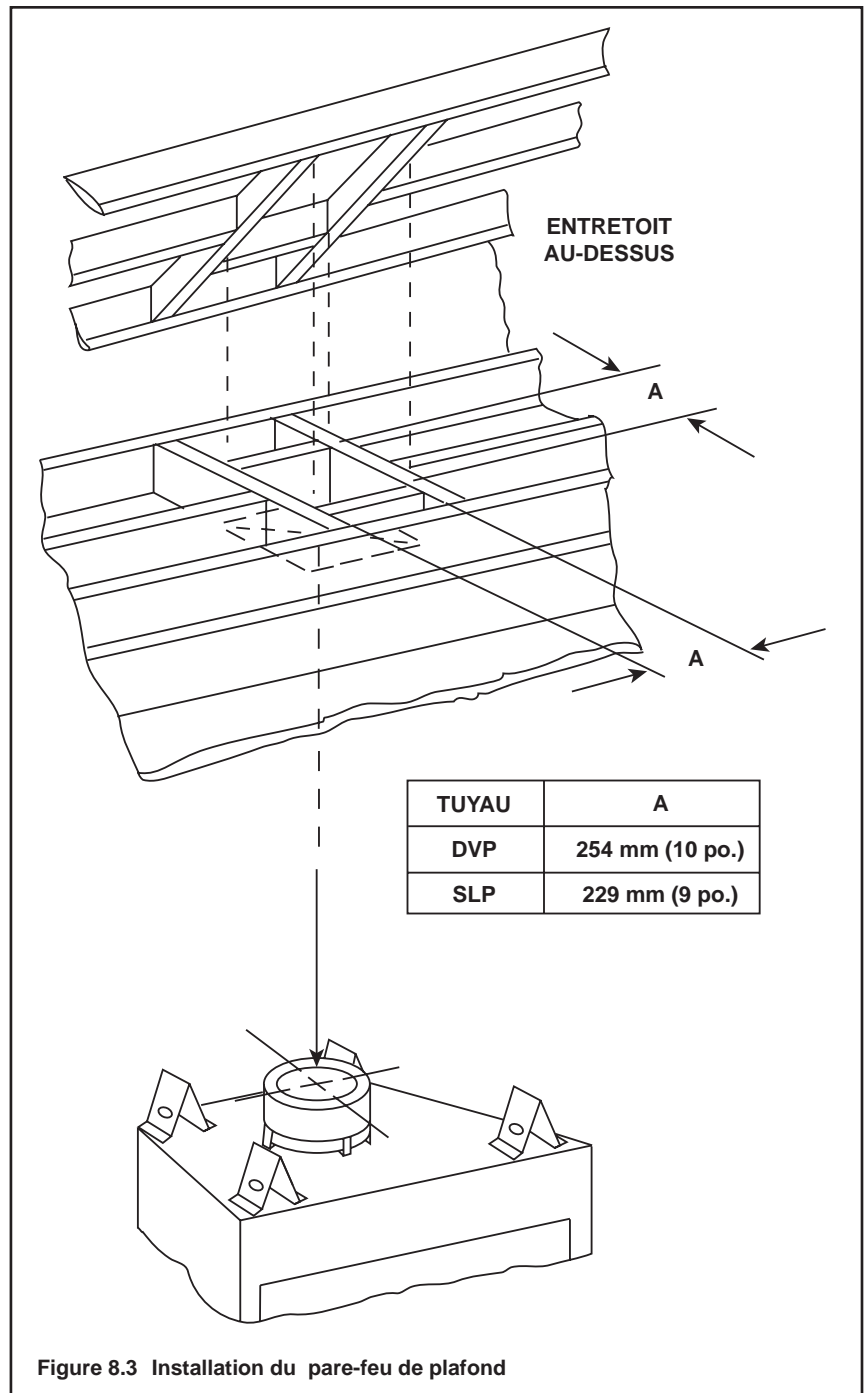

Figure 8.3 Installation du pare-feu de plafond
- **Tuyau DVP seulement** - Encadrer une ouverture de 254 mm x 254 mm (10 po x 10 po) chaque fois que le système d'évacuation pénètre dans un plafond ou un plancher (voir la Figure 8.3).
- **Tuyau SLP seulement** - Encadrer une ouverture de 229 mm x 229 mm (9 po x 9 po) chaque fois que le système d'évacuation pénètre dans un plafond ou un plancher (voir la Figure 8.3).